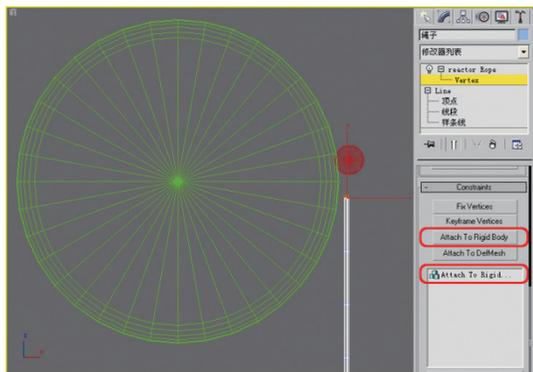

图9-101 添加刚体约束
**05** 展开Constraints卷展栏，单击其中的Attach to Rigid Body按钮，添加一个刚体约束，如图9-101所示。